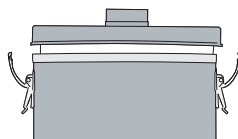

figura 6
3. Deshacer los 2 ataderos y quitar la tapadera del aparato (**figura 6**).